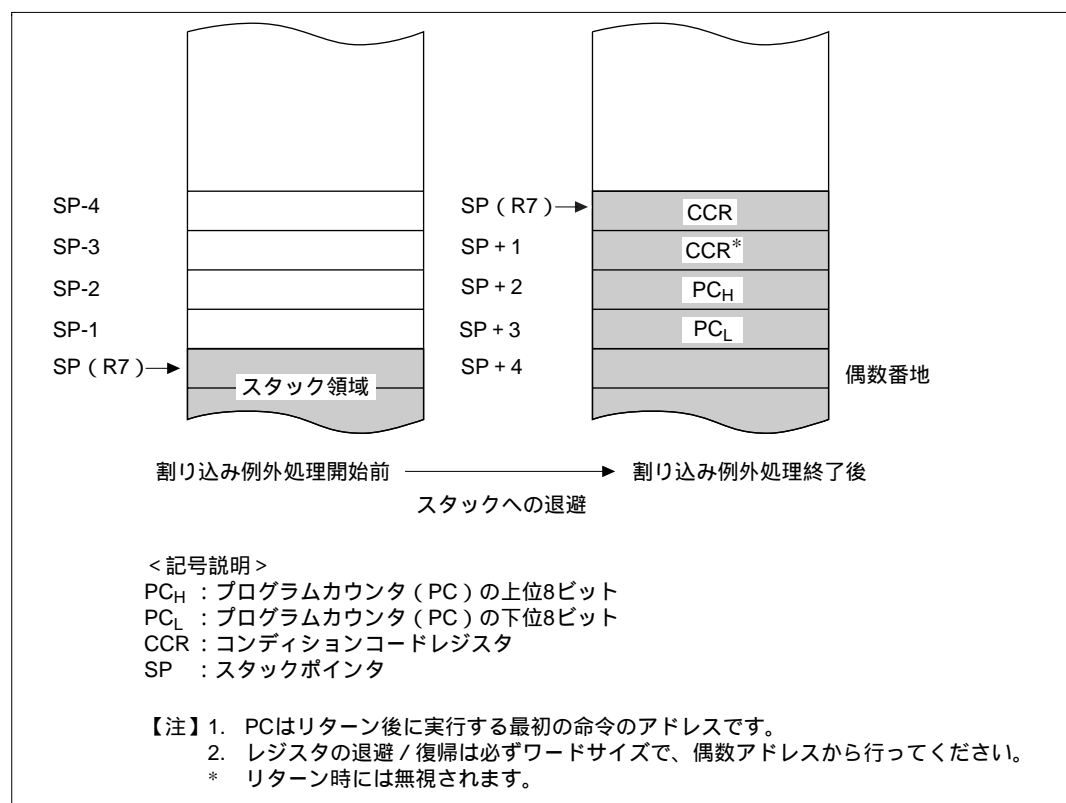

図 4.6 割り込み例外処理終了後のスタック状態
- (1) NMI 割り込みが発生したとき、または対応するイネーブルビットが1にセットされている状態で、IRQ 割り込みまたは内蔵周辺モジュールの割り込みが発生したとき、割り込みコントローラに対して割り込み要求が送られます。
- (2) CCRのIビットを参照し、Iビットが0にクリアされている場合は、割り込みは受け付けられます。Iビットが1にセットされている場合はNMI 割り込みのみ受け付けられ、その他の割り込み要求は保留となります。
- (3) 割り込みコントローラは、受け付けた割り込みの内から、優先順位に従って、最高位の割り込み要求を選択し、CPUに対し割り込み要求を行います。その他の割り込みは保留となります。
- (4) 割り込み要求があると、その時実行中の命令または例外処理が終了した後、CPUは割り込み例外処理を起動し、ベクタ番号をラッチします。
- (5) CPUは割り込み例外処理によって、まずPCとCCRがスタック領域に退避されます。このときのスタック状態を図4.6に示します。退避されるPCは、リターン後に実行する最初の命令のアドレスを示しています。
- (6) 次にCPUはIビットを1にセットします。これにより、NMIを除く割り込みはマスクされます。
- (7) (4)でラッチしたベクタ番号に対応するベクタアドレスを生成し、そのベクタアドレスから取り出した内容が示すアドレスに分岐します。分岐したアドレスから割り込み処理ルーチンの実行を開始します。